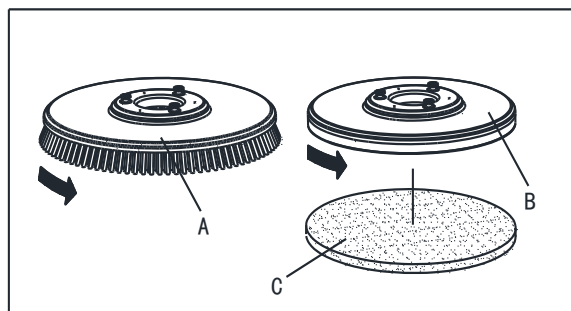

Figura 5
Installare le spazzole (A, Figura 5) o i porta cuscinetti (B e C, Figura 5) a seconda del tipo di pavimento da pulire.
1. Inserire la chiave di accensione (35) e ruotarla su "O".
2. Sollevare la piattaforma premendo il pedale (9).
3. Se equipaggiato, ruotare il regolatore di velocità (40) in folle ruotandolo in senso anti-orario.
4. Collocare le spazzole (A, Figura 5) o il porta-cuscinetti (B) sotto la piattaforma (21).
5. Abbassare la piattaforma su spazzole / porta-cuscinetti premendo il pedale (9).
6. Ruotare la chiave di accensione (35) su "I".
7. Premere l'interruttore del sistema spazzole / porta-cuscinetti e di aspirazione (46).
8. Premere un interruttore di Spazzole / Marcia avanti (34) per agganciare il porta-cuscinetti, quindi rilasciarlo. Se necessario, ripetere la procedura finché spazzole / porta cuscinetti non vengono agganciati.
9. Se il Passo n. 8 si rivela difficile, usare il metodo manuale, ruotando il supporto spazzole / cuscinetti nella direzione opposta alla normale direzione di rotazione, così da poterle estrarre (come mostrato in Figura 5).